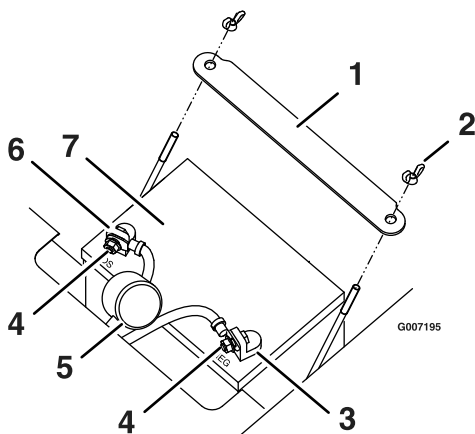

Figura 32
4. Desconecte el cable negativo de tierra (negro) del borne de la batería (Figura 32). Guarde todos los herrajes.
- Retire la correa de sujeción de la batería (Figura 32) y levante la batería para retirarla de su bandeja.
1. Coloque la batería en la bandeja, con los bornes hacia el puesto del operador (Figura 32).
5. Fije la batería con la correa de sujeción (Figura 32).